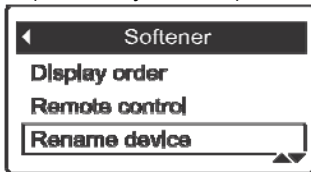

РИС. 120
2. Нажать кнопку ВЫБОР (O) на пульте дистанционного управления для отображения меню устройства.
3. Нажать кнопку ВНИЗ (▼) и прокрутить опции меню до подсветки надписи в рамке **Переименовать устройство** (См. Рисунок 120).
8. Нажать кнопку ВЫБРАТЬ (O). Выбранный знак добавляется к верхней строке.
9. Чтобы выбрать следующий знак, вернуться к Шагу 7. После окончания ввода названия устройства, нажать кнопку ВВЕРХ (▲) для переключения в верхнюю строку, затем нажать ВЫБРАТЬ (O) для возврата в меню устройства (Рисунок 120).